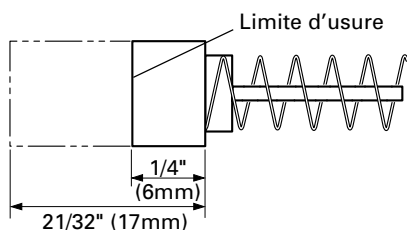
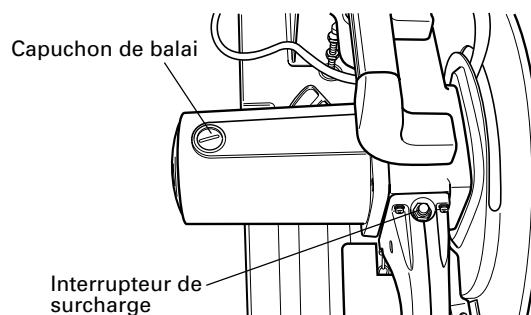

Fig. 20
Fig. 21
2. Inspecter les balais carbone (Fig. 20 et Fig. 21)
En conséquence, inspecter périodiquement les balais en carbone et les remplacer lorsqu'ils ont atteint la limite d'usure comme indiqué à la Fig. 20.
Par ailleurs, maintenir les balais carbone propres de façon qu'ils glissent régulièrement dans les porte-balai. Les balais carbone sont faciles à retirer ; pour cela, retirer les têtes porte-balai (voir Fig. 21) avec un tournevis à tête plate (signe moins).